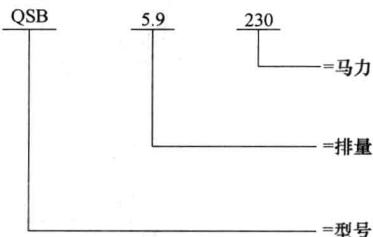

图 1-9 船用发动机名称
(2) 船用发动机
康明斯 Mer Cruiser 柴油发动机名称给出了发动机型号、排量 (L) 和额定功率, 见图 1-9。